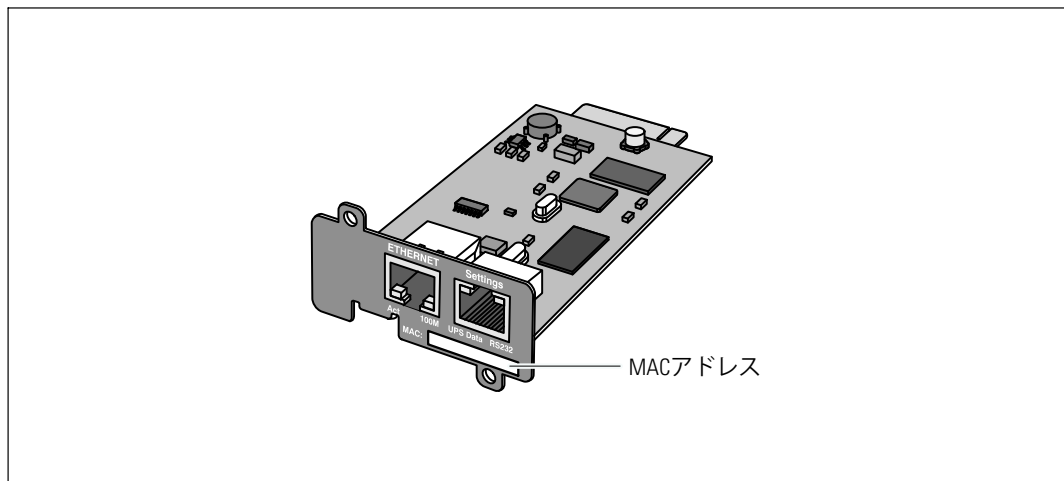

図 2. MACアドレスのロケーション
- MACアドレスは、カードの前面のラベルに記載されています (図2を参照)。